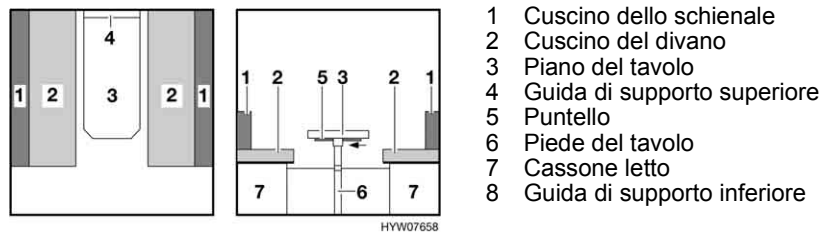

Fig. 54 Prima della trasformazione
- Sistemare i cuscini del divano (Fig. 54,2).
- Sollevare leggermente il piano del tavolo (Fig. 54,3) in avanti.
- Tirare verso il basso il piede del tavolo (Fig. 54,6) e ripiegarlo.
- Spingere il puntello (Fig. 54,5) verso sinistra e ribaltarlo.
- Alzare il piano del tavolo (Fig. 54,3) di circa 45°, sollevarlo dalla guida di supporto superiore (Fig. 54,4) e mantenerlo ad un angolo di 45°.